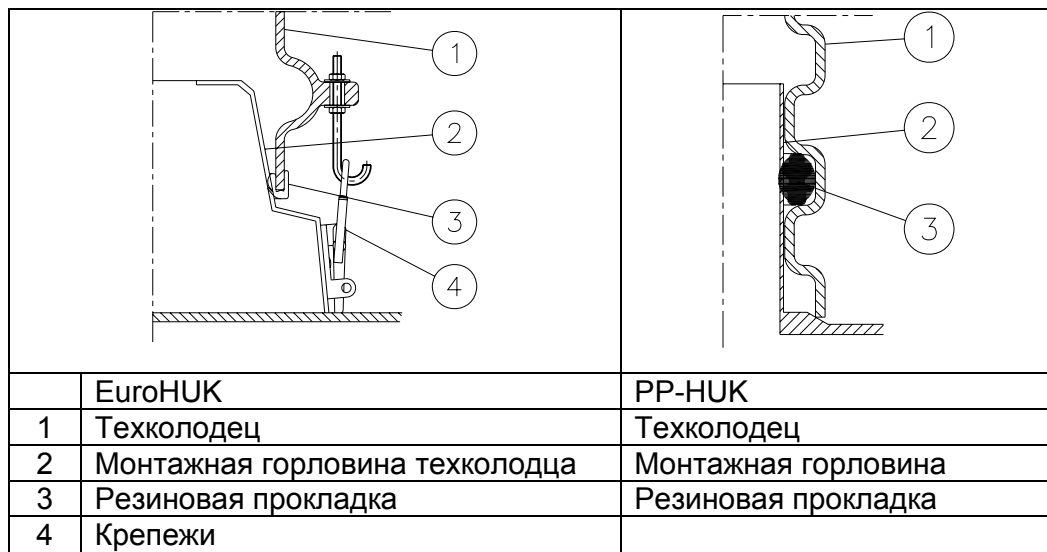

Рис. 4. Резиновая прокладка и крепежи техколотца
6. Установите на техколодец/техколотцы резиновую прокладку. Установите техколодец EuroHUK на отделитель в строго горизонтальном положении и закрепите крепежи. Смотрите рис. 4.